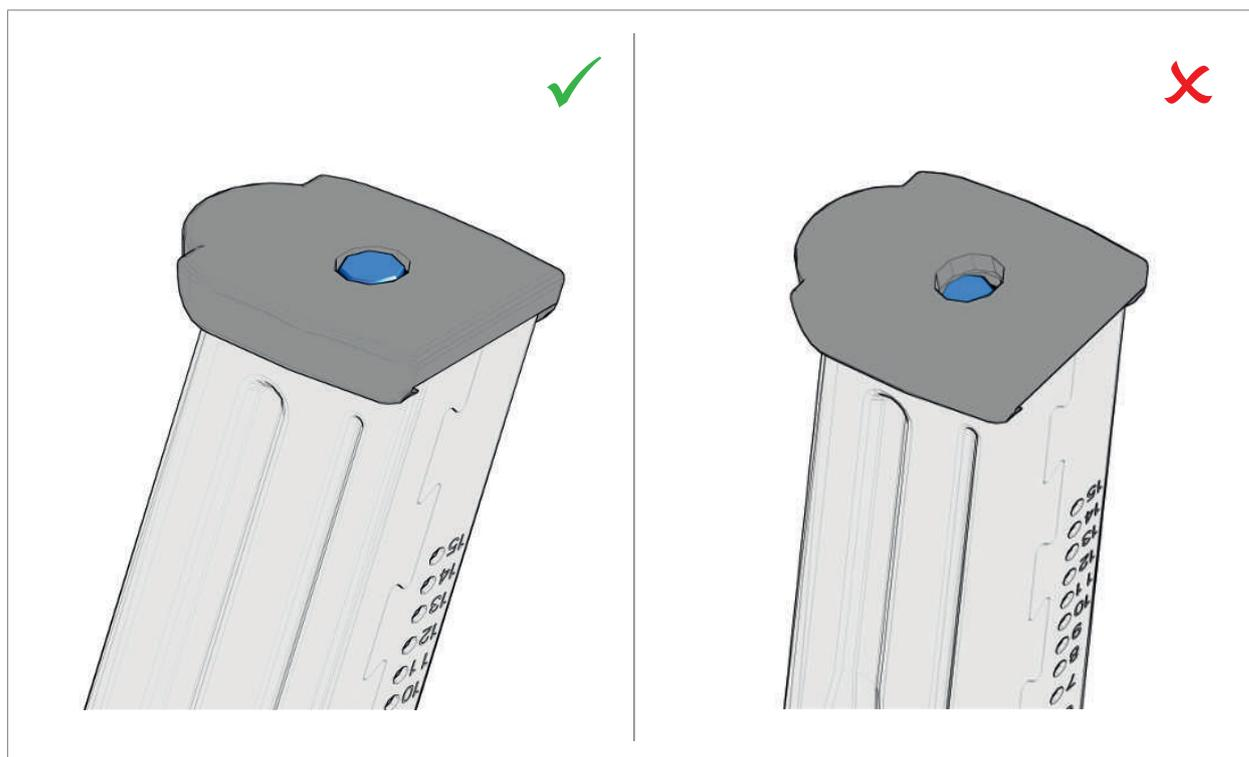

Abb. 74: Montageposition des Magazinboden/Einsatz
- Magazinboden von vorne auf das Magazingehäuse schieben bis der Bodenhalter im Magazinboden einrastet (Abb. 74).